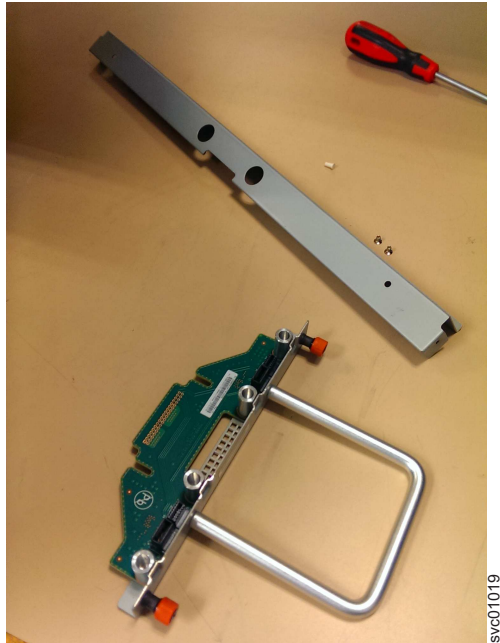

図 73. シャーシの FIB 部品
1. 新しい FIB、カバー、およびカバーのねじ (98 ページの図 73 を参照) を安全な場所に置きます。